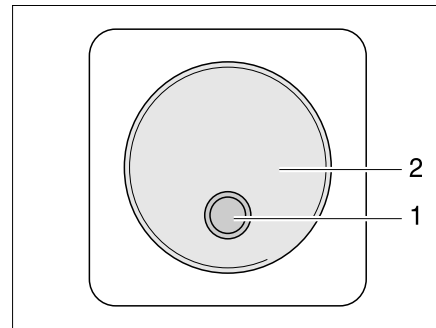

Bild 239 Externer Schalter
- II "Remo." = Gerät kann am externen Schalter (Bild 239,1) ein- und ausgeschaltet werden.
Der externe Schalter für den Wechselrichter (Bild 239) befindet sich im Innenraum des Fahrzeugs, beispielsweise im Eingangsbereich. Der Schalter ist mit der Beschriftung "Wechselrichter" gekennzeichnet. Die LED (Bild 239,1) zeigt den Betriebszustand des Wechselrichters an.